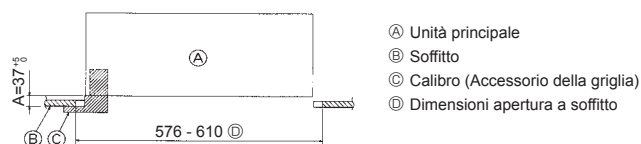

Fig. 2-6
3. Se l'unità principale non può essere allineata contro il foro di montaggio sul soffitto, è possibile rimediare a questo inconveniente tramite un'apertura presente sulla piastra di montaggio. (Fig. 2-6)